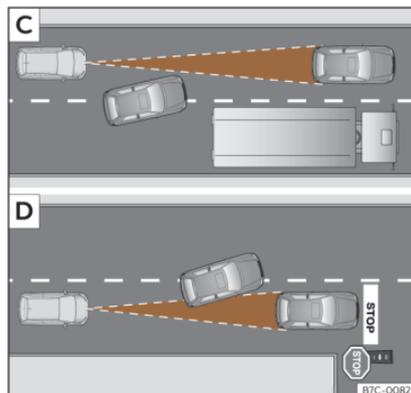

Fig. 158 [C] Changement de voie d'un véhicule. [D] Véhicule tournant et un autre arrêté.
- Véhicules changeant de voie pour aller sur la vôtre, à courte distance de votre véhicule »» fig. 158 [C].
L'ACC ne réagit pas face à des véhicules arrêtés. Par ex., si un véhicule détecté par l'ACC tourne ou se détache et que devant ce dernier se trouve un véhicule à l'arrêt, l'ACC ne réagira pas face à celui-ci»» fig. 158 [D].